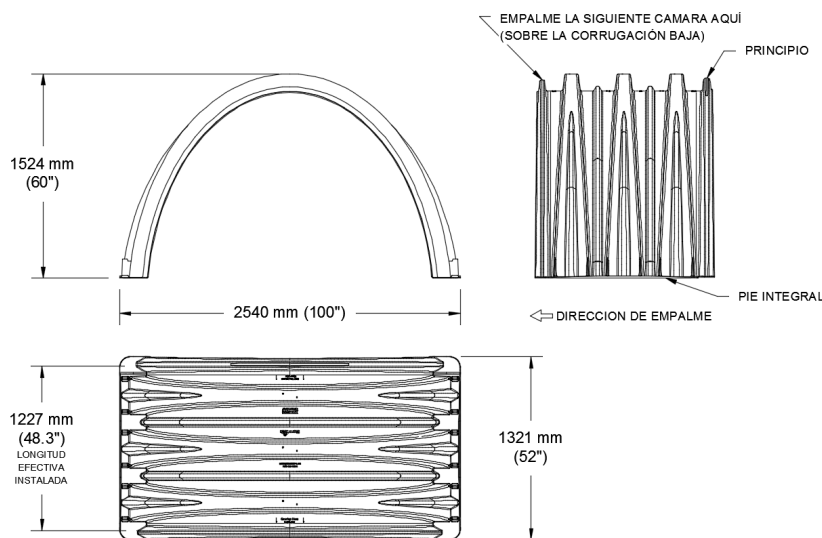

Figura 3. Dimensiones de la cámara MC-4500
- La forma es de arco simétrico alrededor de la corona, con el fondo abierto, mostradas en la Figura 3